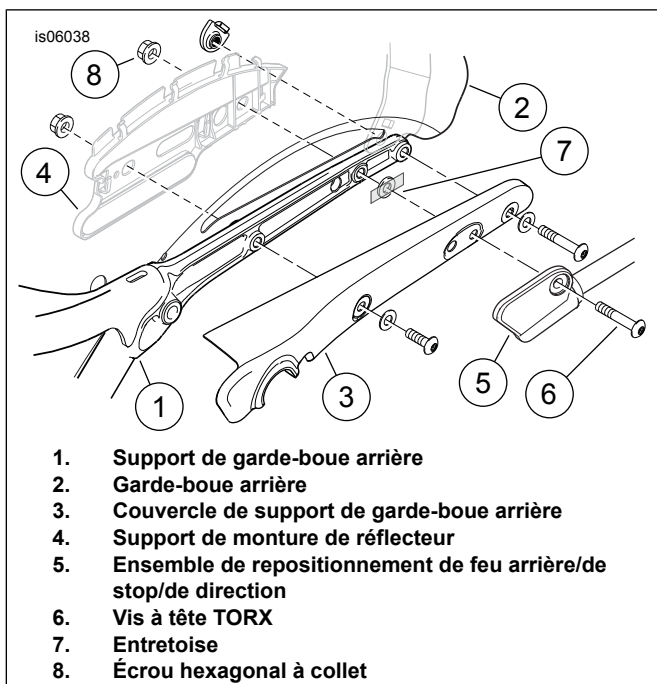

Figure 4. Ensemble de garde-boue arrière
6. Voir Figure 4. Prendre les couvercles de support de garde-boue arrière (3) retirés précédemment, l'ensemble de repositionnement STT (5) de la section précédente et deux vis à tête bombée TORX® de 5/16-18 (6), des entretoises (7) et des écrous hexagonaux à collet (8) du kit.